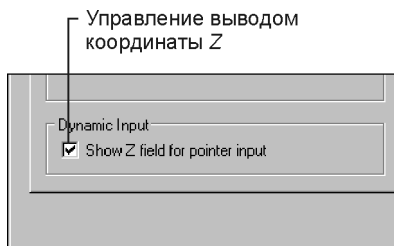

Рис. 10.2. Настройка вывода поля для ввода координаты по оси Z
3. Установите вывод третьего динамического поля около курсора для координаты Z. Для этого откройте диалоговое окно **Options** (Настройка) на вкладке **3D Modeling** (3D-моделирование) и установите флажок **Show Z field for pointer input** (Показывать поле указателя для ввода Z) (рис. 10.2).